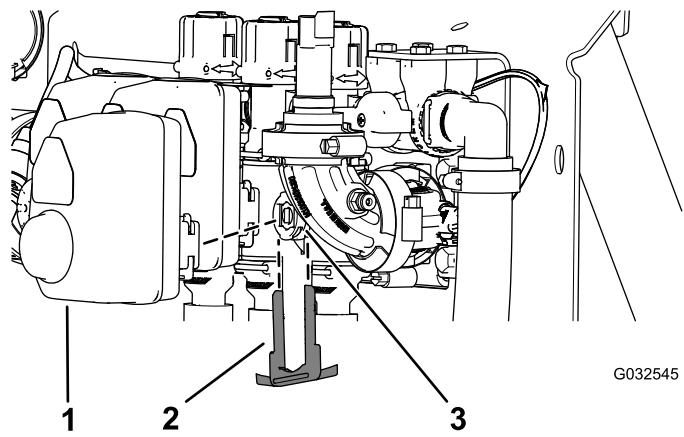

图 103
2. 取下将致动器固定至喷洒臂段阀或搅拌阀岐管阀的卡环图103。